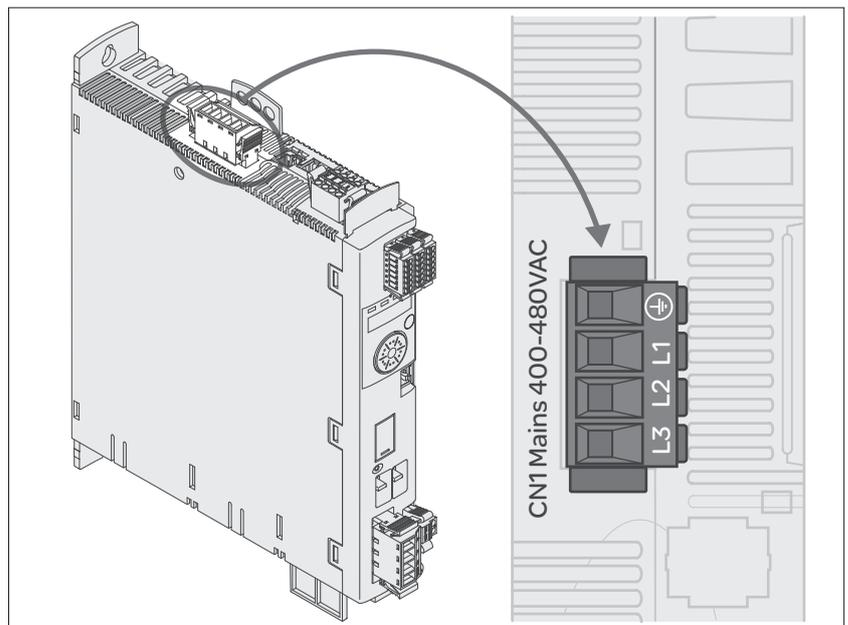

图 6.10 三相设备输出级电源接线图
- ▶ 将电线连接至（图 6.10）。注意接线端子螺钉的不同拧紧扭矩。